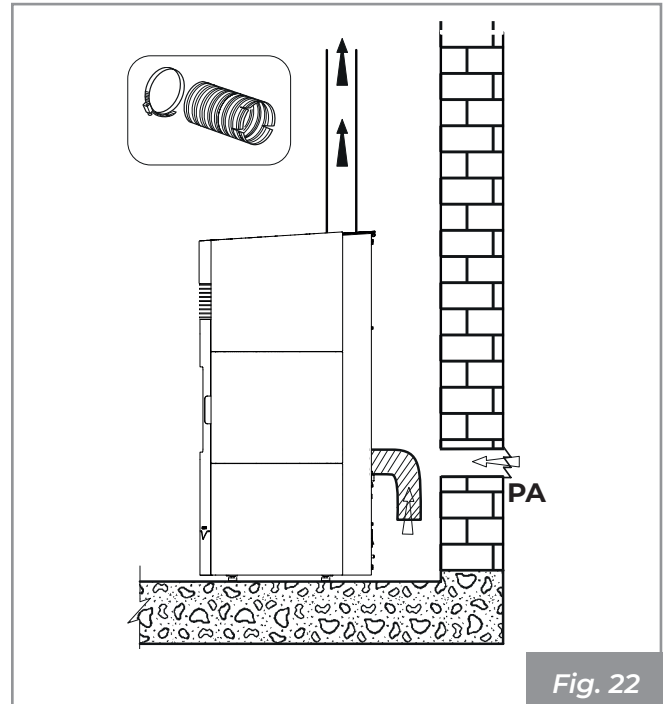
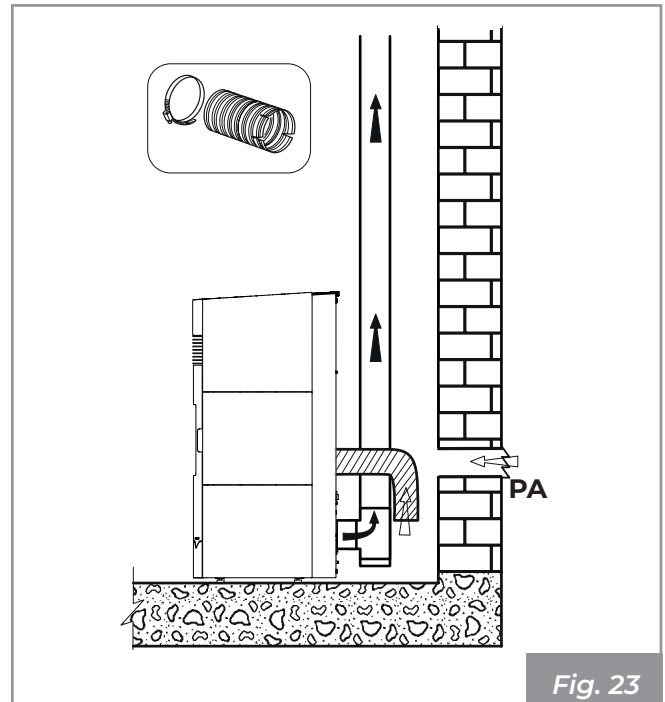

Fig. 22
Fig. 23
- il peut provenir du lieu d'installation ou de pièces voisines (**Fig. 22 - Fig. 23**)
Réaliser la prise d'air sur la paroi (**Fig. 22 e Fig. 23-PA = Air Intake**), et laisser l'appareil libre d'aspirer l'air dans la pièce, en prenant soin de raccorder le tuyau ondulé sur le tuyau d'entrée d'air, s'il est fourni, en le fixant avec le collier et en le pliant légèrement vers le bas afin de prévenir d'éventuels effets de résonance.